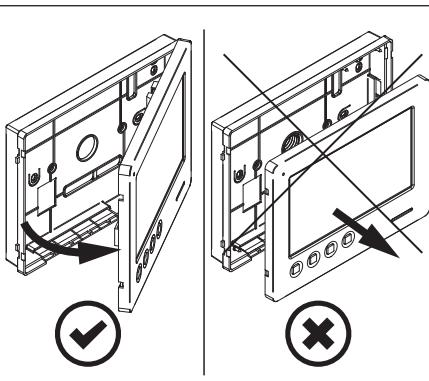

Fig. 2
- Tirez le côté gauche du couvercle vers l'extérieur comme indiqué sur la **Fig. 2**. **Ne tirez pas le couvercle en direction droite.**